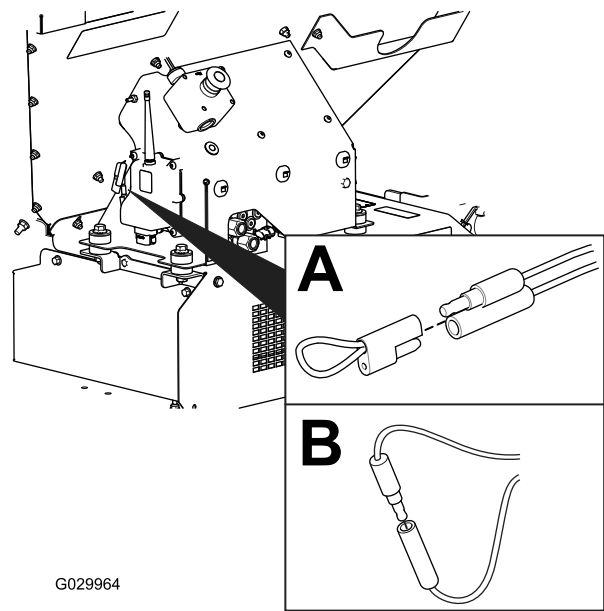

Рисунок 59
- 2. Снимите привязанную крышку с двух диагностических замыкающих разъемов (Рисунок 59, А).
- 3. Соедините диагностические замыкающие разъемы друг с другом (Рисунок 59, В).
2. Отсоедините диагностические перемычки \(Рисунок 59, В\).
3. Наденьте привязанную крышку на два диагностических разъема \(Рисунок 59, А\).